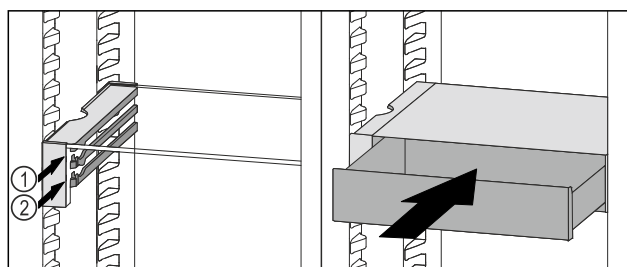

Fig. 96
- Nasadte zásuvku VarioSafe za zarážky na požadovaném žebro Fig. 96 (1) nebo Fig. 96 (2).